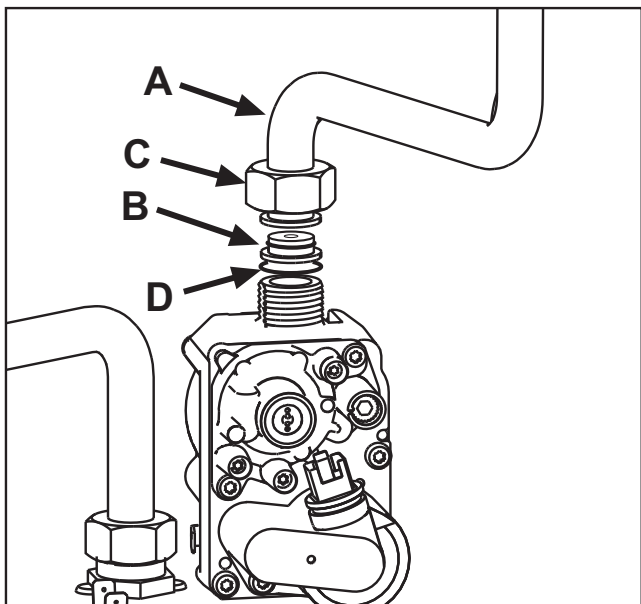

fig. 23
3. Svitare il girello **C** e rimuovere il tubo gas **A** dalla valvola gas (vedi fig. 23).
4. Sostituire l'ugello **B** inserito nel tubo gas con quello contenuto nel kit di trasformazione interponendo la guarnizione **D** (vedi fig. 23).